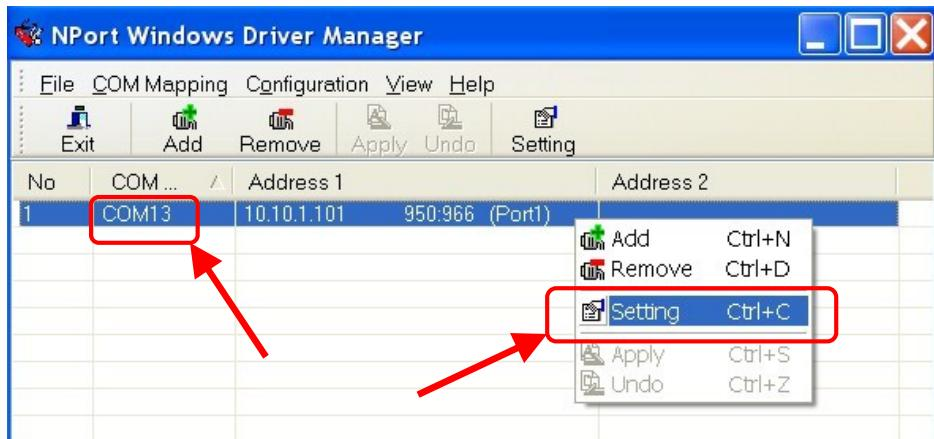

Рис. 16.14. Утилита «NPort Windows Driver Manager», установка параметров порта.
16.18. Вернитесь в окно утилиты «NPort Windows Driver Manager», кликните правой кнопкой «мышки» на последовательном порте и в появившемся меню выберите пункт «Setting» (см. Рис. 16.14).